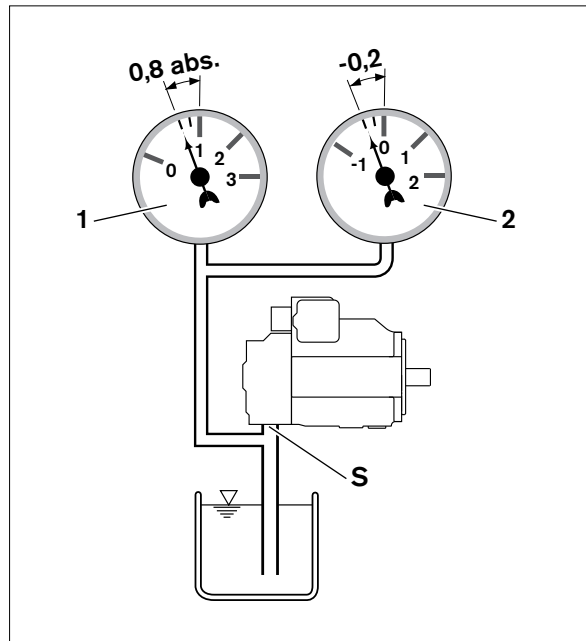

Fig. 21: Presión de aspiración
- Asegúrese de que para la bomba a pistones axiales en todas las posiciones de montaje en servicio y para arranque en frío exista una presión de aspiración mínima de 0,8 bar absoluta en conexión "S", ver fig. 21. Otros valores, ver catálogo.